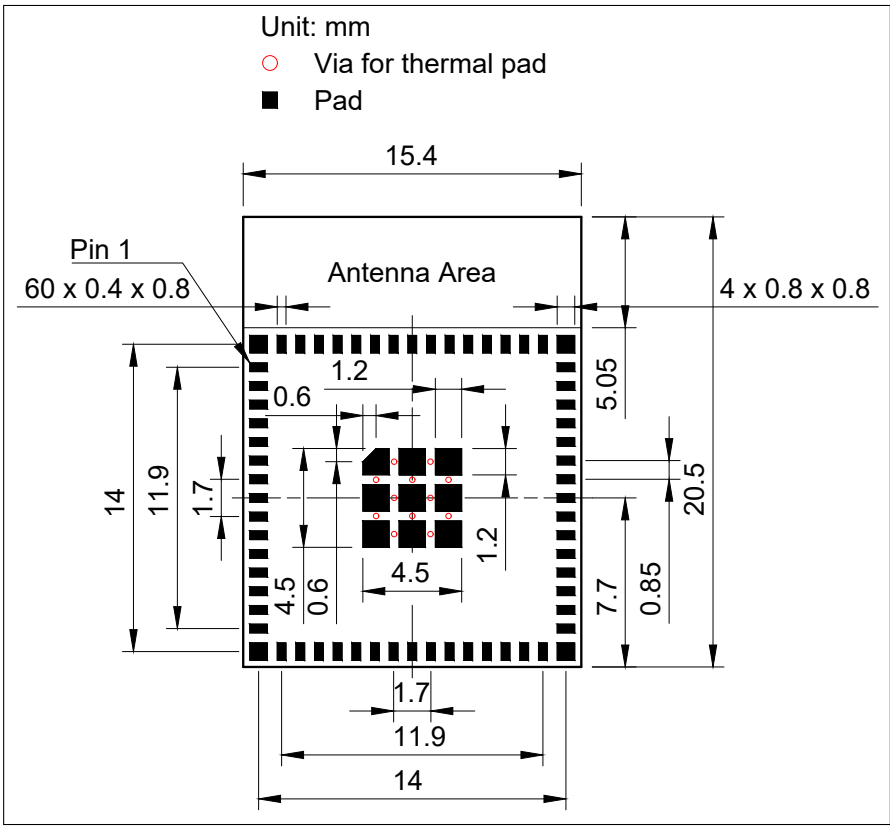
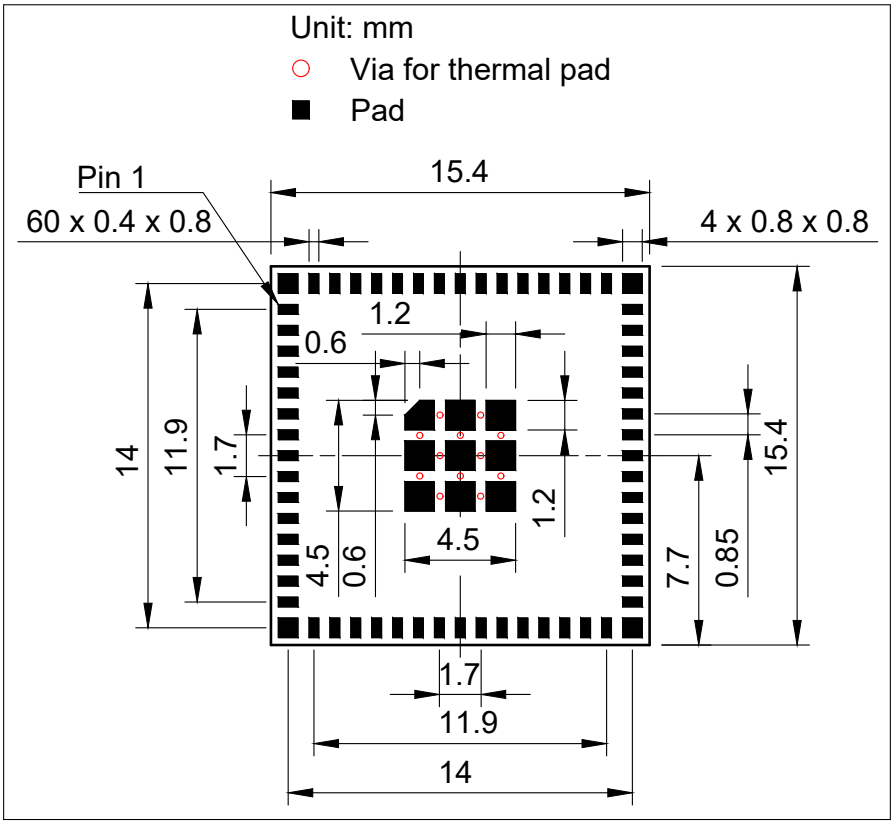

图 11-1. ESP32-S3-MINI-1 推荐 PCB 封装图
图 11-2. ESP32-S3-MINI-1U 推荐 PCB 封装图
- 推荐 PCB 封装图，标有 PCB 设计所需的全部尺寸。详见图 11-1 ESP32-S3-MINI-1 推荐 PCB 封装图 和图 11-2 ESP32-S3-MINI-1U 推荐 PCB 封装图。
- 推荐 PCB 封装图的源文件，用于测量图 11-1 和 11-2 中未标注的尺寸。您可用 Autodesk Viewer 查看 ESP32-S3-MINI-1 和 ESP32-S3-MINI-1U 的封装图源文件。